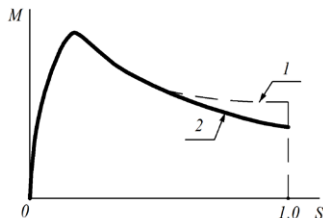

Рис. 8.4
6. На рис. 8.4 отображена механическая характеристика асинхронного двигателя, полученная экспериментально (кривая 1) и расчетом для значений параметров машины при номинальной частоте вращения ротора (кривая 2). Объясните, почему характеристики отличаются в области больших скольжений и совпадают в области малых. Какие параметры асинхронного двигателя и каким образом изменяются в процессе пуска, то есть при изменении скольжения от $S = 1$ до $S = S'_н$?